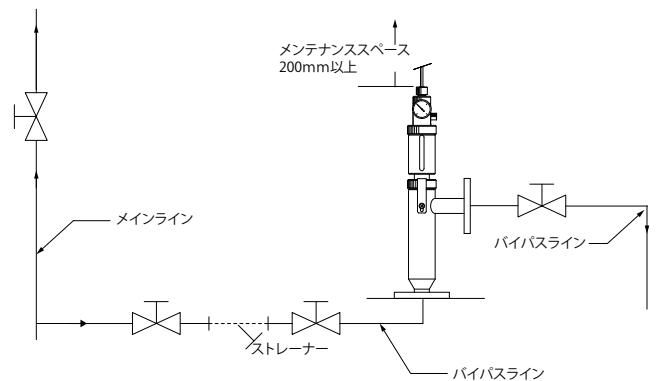

図 2
- ・測定液中に浮遊物が多いときには、ホルダ流入側にストレーナを設けてください。【図 2】参照